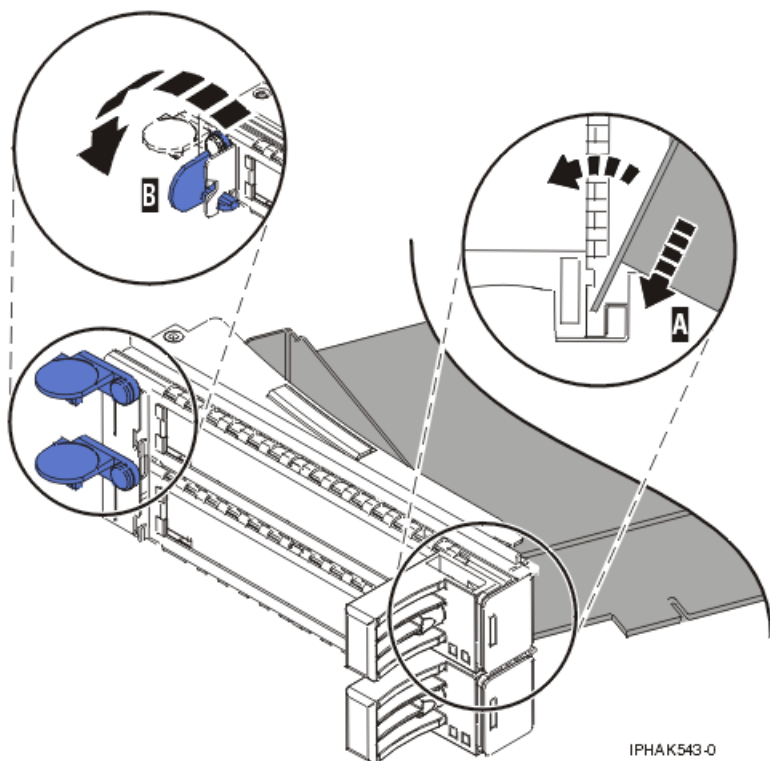
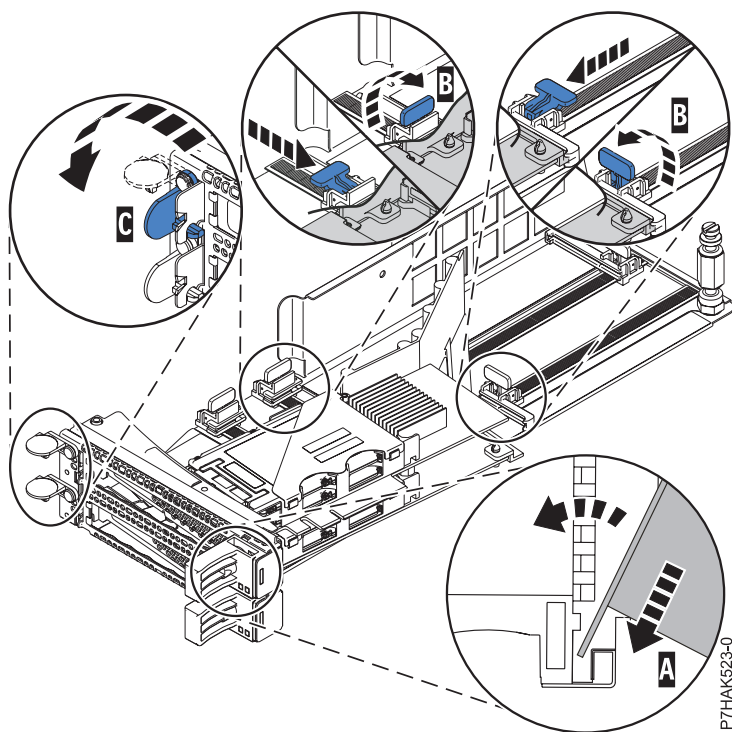

Figura 51. Adaptador que s'ha tornat a col·locar al casset d'adaptadors PCI
Figura 52. Substitució d'un adaptador PCIe RAID i SSD SAS en el casset d'adaptadors PCI
- a. Amb l'armella de la contrapunta en posició d'obert, inseriu l'adaptador amb fermesa al canal **(A)** de retenció de la contrapunta. Per a un adaptador PCI típic, consulteu Figura 51 a la pàgina 69. Per a un adaptador PCIe RAID i SSD SAS, consulteu Figura 52 a la pàgina 69.